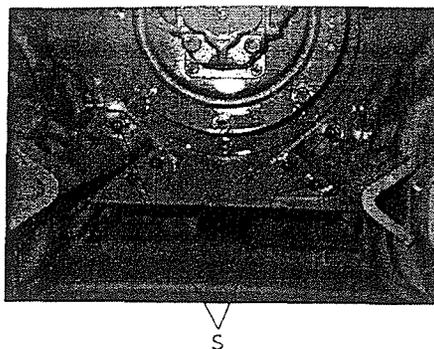

Bild 27
- Schrauben " S " wieder anziehen. (Bild 27)